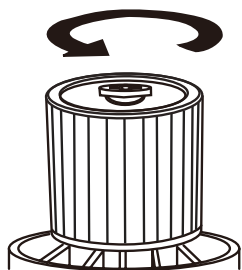

Fig. 10
18. Para sacar el filtro de cartucho, libere y saque el retén del filtro 20 girando la empuñadura del retén hacia la izquierda. **Fig. 10 & 11.**